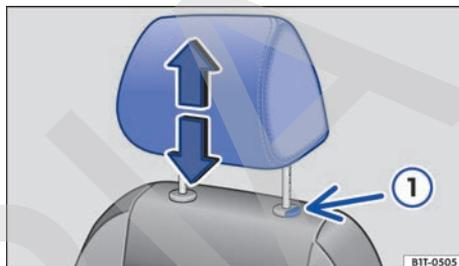
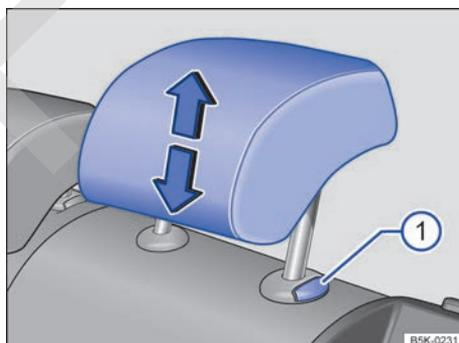

Fig. 41 Plazas traseras laterales: ajustar el apoyacabezas.
Fig. 42 Plaza trasera central: ajustar el apoyacabezas.
- Desplace el apoyacabezas en el sentido de una de las flechas: o bien hacia arriba, o bien hacia abajo a la vez que presiona la tecla → fig. 41 ① o → fig. 42 ① → ▲.